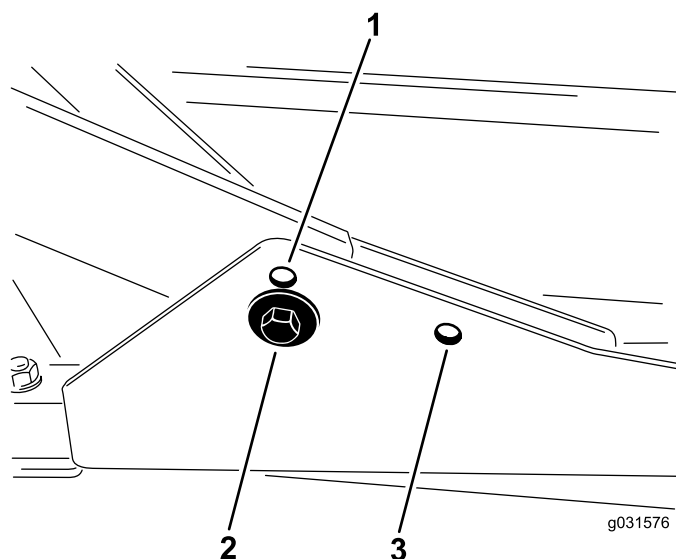

图 16
1. 如果剪草高度介于 27.6cm 之间请将前承载架安装在下方的前安装孔内图 16。
2. 如果剪草高度介于 6.3-10cm 之间请将前承载架安装在上方的前安装孔内图 16。
对于所有剪草高度后剪草刀盘都应安装在后安装孔内图 16。